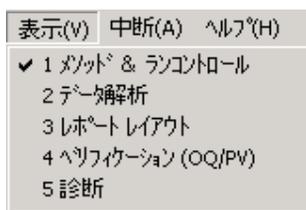

図 14 メソッド&ランコントロール表示に切り替える
**表示 > メソッド&ランコントロール** (図 14) 参照)